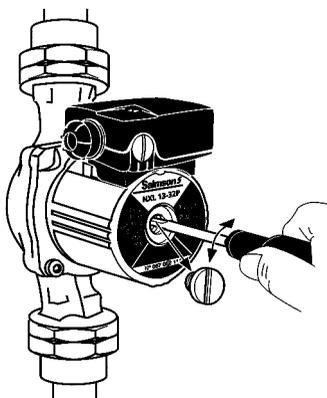

Рис. 6
- Деблокируйте вал: отвинтите заглушку на задней стенке насоса, с помощью плоской отвертки проверните вал мотора, затем закрутите заглушку (См. рис. 6) или воспользуйтесь специальной заглушкой для удаления воздуха (если заглушка подсоединена), нажав на ее центр плоской отверткой.